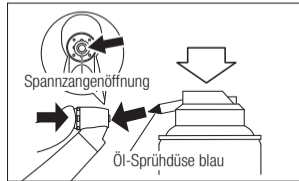

Abb. 10
- 2) Schmieren Sie die Spannvorrichtung direkt durch die Spannzangenöffnung (Abb. 10).